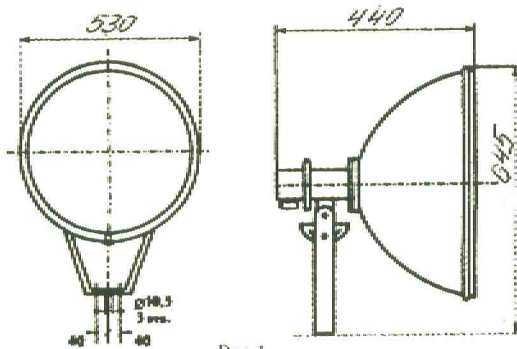

Рис.1
1.1. Пржекторы общего назначения Р007-250-001 (рис.1) с разрядными лампами типа высокого давления типа ДРЛ предназначены для освещения площадей, фасадов зданий, архитектурных памятников, строительных площадок и других открытых пространств.